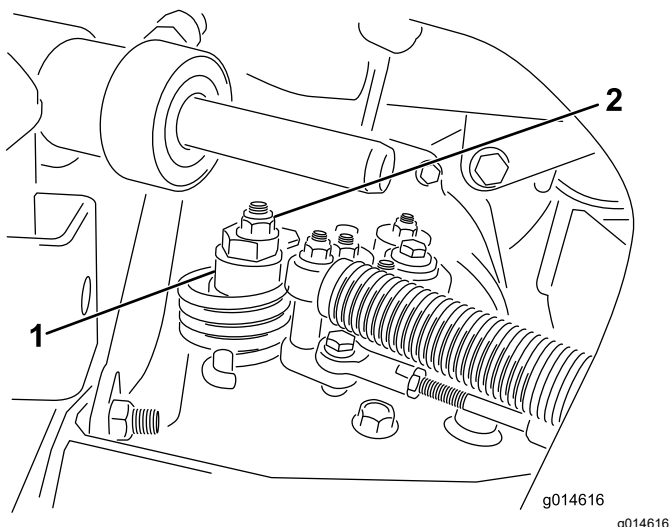

Figura 38
- A. Slăbii piulia care fixează excentricul la partea superioară a hidrostatului (Figura 38).
- C. Rotii excentricul până când mâna nu se mică în nicio direcție. Când roata se oprește, strângeți contrapiulița excentricului și reglajul (Figura 38). Verificați reglarea cu maneta de accelerație în poziția de deplasare LENTĂ și RAPIDĂ.